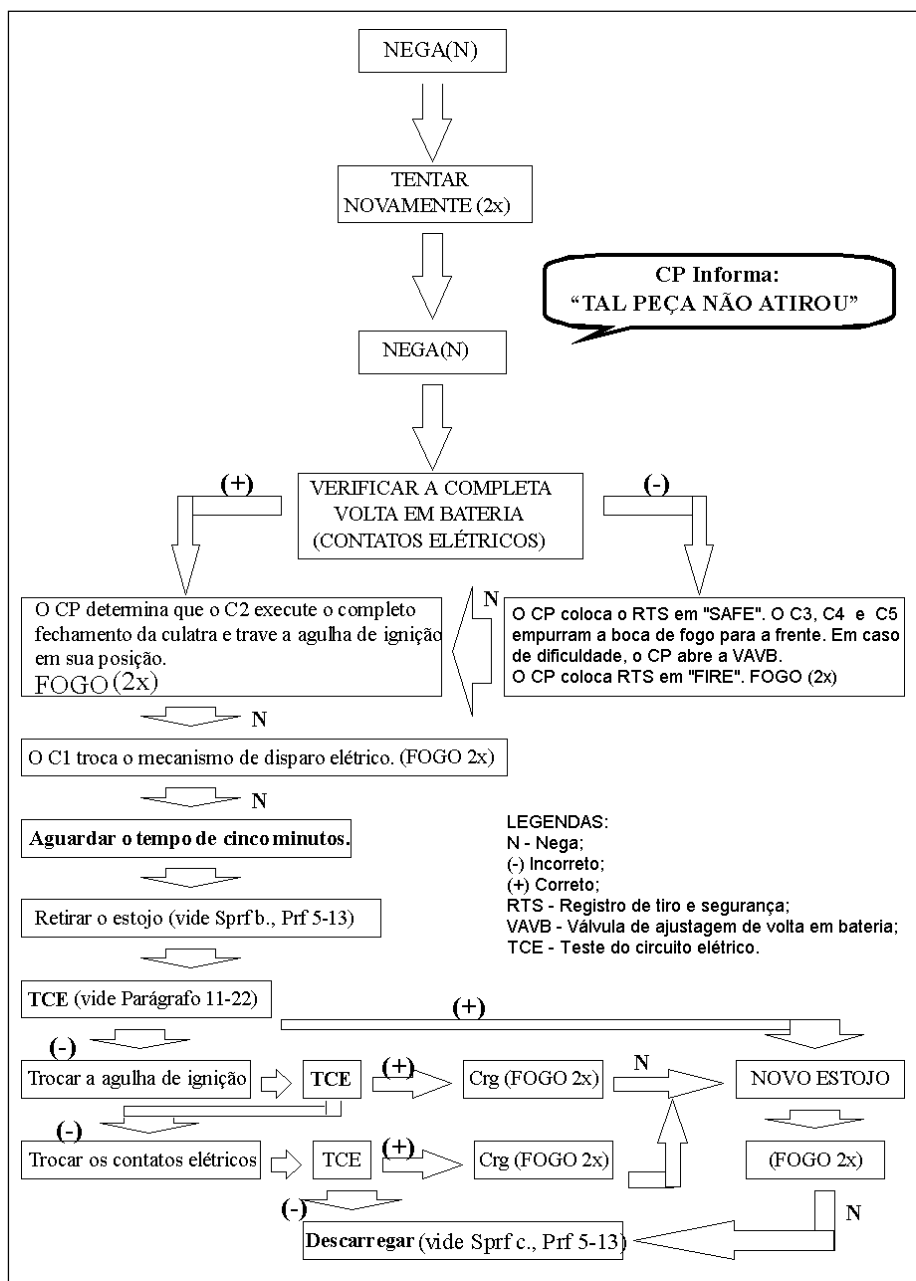

Fig 5-5. Fluxograma da NEGA
a. Caso ocorra alguma falha no disparo da peça, a guarnição deve, de acordo com determinação do CLF, adotar os procedimentos especificados no fluxograma apresentado na Fig 5-5, considerando que cada etapa só é efetuada se a operação anterior não houver sanado o incidente.
- (1) o C1 coloca o tubo numa elevação conveniente;
- (2) o C2 abre lentamente a culatra;
- (3) o C3, junto à culatra, apara o estojo.